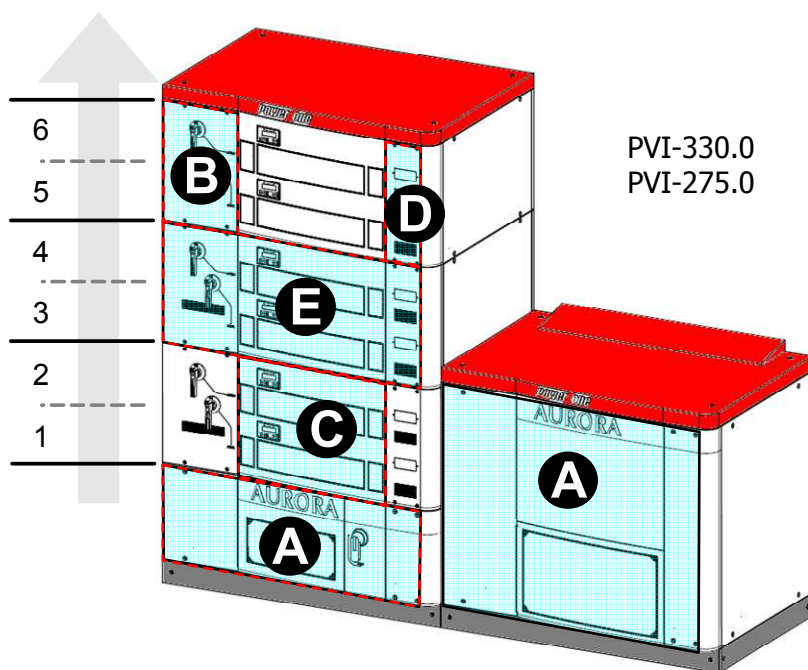
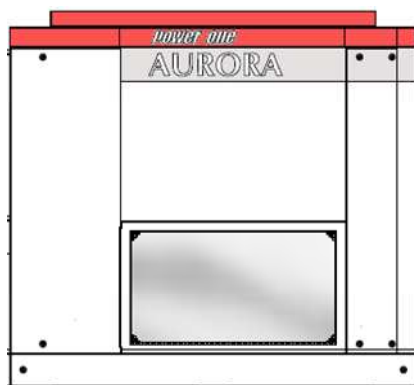

Figura 5-1: Vista generale del PVI-XXX.0 (versioni 275kW e 330kW)
Figura 5-9: ACbox-Trasformatore (versioni con potenza $\geq 275\text{kW}$ con Trasformatore)
La Figura 5-1 mostra le parti principali del PVI-XXX.0 nelle versioni 275kW e 330kW con il Trasformatore di isolamento. Nel caso in cui venga richiesto un dispositivo non isolato sarà presente solo la "Torre" principale senza la zona "ACbox-Trasformatore" affiancato sulla destra. La caratteristica principale di questi modelli sta nella presenza di tre telai "FRAMEWORK" (E) sovrapposti per contenere, cinque o sei moduli di potenza "MODULI 55kW".
Per i modelli con Trasformatore, la zona "ACBOX" Figura 5-1(A) è divisa in due parti. La parte che contiene il Trasformatore "ACbox-Trasformatore" è separata dalla torre e contiene l'avvolto e il sistema di raffreddamento dedicato con un termostato e cinque ventilatori (Figura 5-9).
La numerazione dei moduli è come quella indicata in Figura 5-1. Il modulo più basso avrà sempre il numero 1, mentre il numero finale dipende dal modello AURORA PVI-XXX.0(-TL) (ad esempio nel modello da 275kW la numerazione va da 1 a 5).